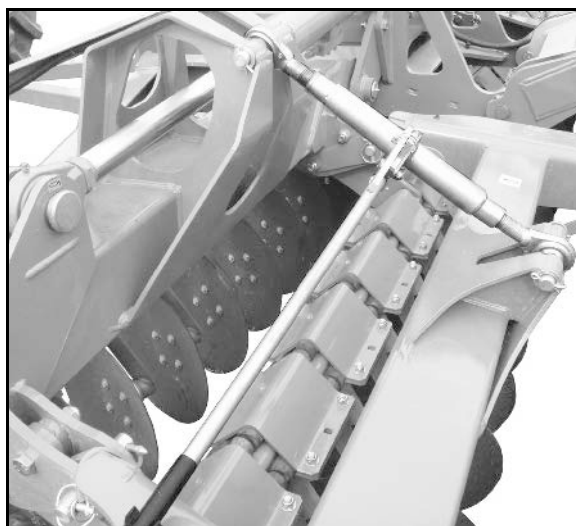

Рис. 47
- Робоча глибина налаштовується гідравлічно за допомогою шкали (Рис. 47/1).